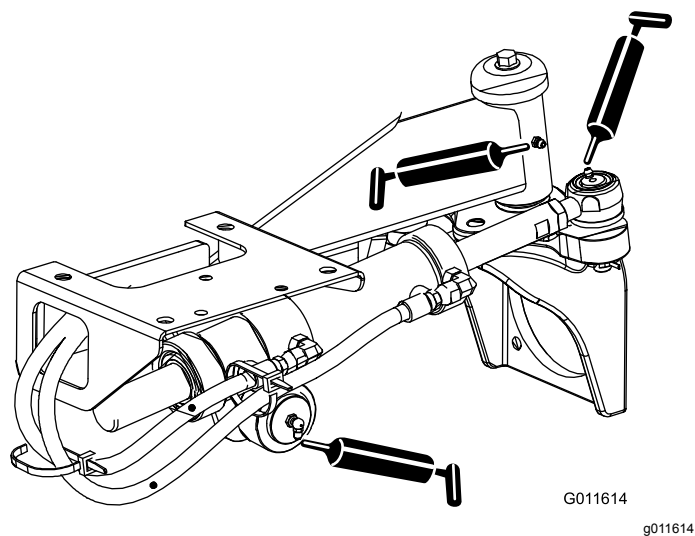

図 66
- ステアリングシリンダのボールジョイント2ヶ所と後アクスル1ヶ所 — 図 66